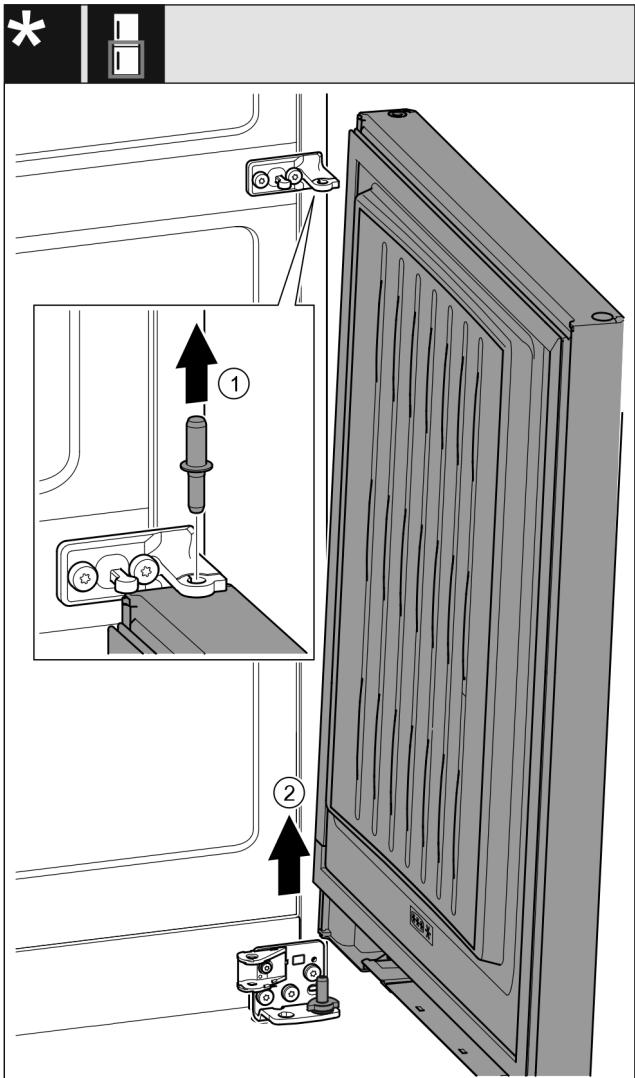

Fig. 23*
- Издърпайте болта нагоре. Fig. 23 (1)*
- Завъртете навън вратата, издърпайте я нагоре и я сложете настрани. Fig. 23 (2)*